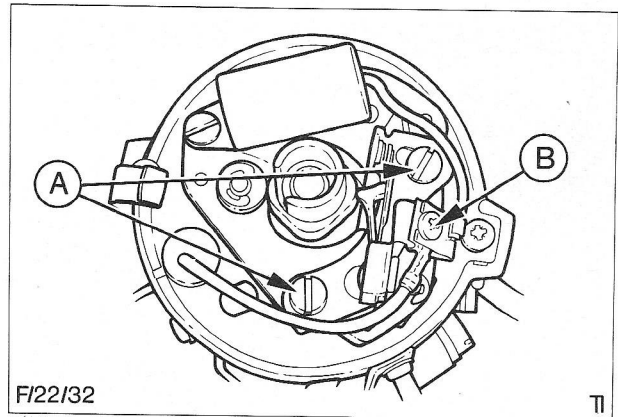

Fig. 64 Onderbrekerpunten verwijderen (Motorcraft stroomverdeler)
4. Verwijder de onderbrekerpunten, zie Fig. 64 en 65, als volgt: